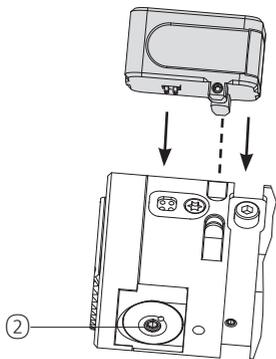
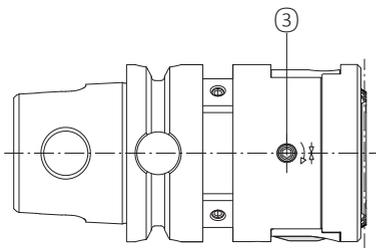

図1
図3
(図1、2、3) :
2. 工具にある保持用の溝にディスプレイユニットを差し込みます (接触部分が合うように位置決め、図1)
3. 「ON/Reset (オン/リセット)」 ① ボタンを操作して、デジタル読み取りモジュールの電源を入れます。電源を入れると、最後に表示されていたインクリメント値がディスプレイに表示されます。設定手順の終了から30秒後に電源が自動的にオフになります。最大スイッチオン時間120秒。
4. ねじ込み式締め付けピン③を解除します (図3)。
6. ねじ込み式締め付けピン③ (図3) を締めます (締め付けトルク3 N m (26.55 in. lbs.)) 。